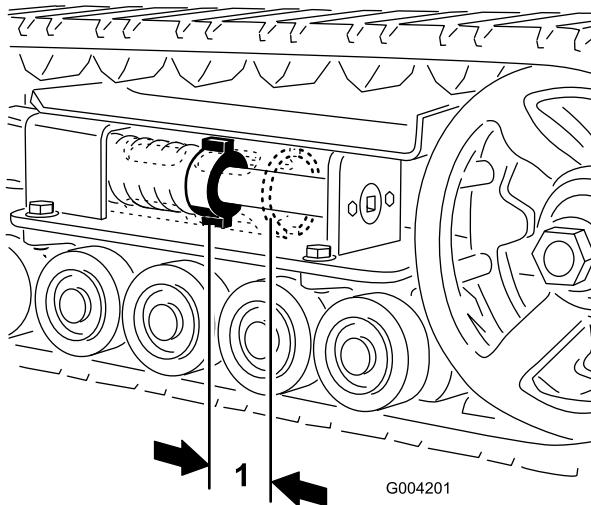

Figure 51
L'écrou de tension et l'arrière du tube de tension doivent être distants de 7 cm (2 $\frac{3}{4}$ po) (Figure 51). Si ce n'est pas le cas, réglez la tension des chenilles comme suit :
5. À l'aide d'une clé à douille de 13 mm (½ po), tournez la vis de tension dans le sens antihoraire jusqu'à obtention d'un écartement de 7 cm (2¾ po) entre l'écrou de tension et l'arrière du tube de tension (Figure 51).
12. Tournez la vis de tension dans le sens antihoraire jusqu'à obtention d'un écartement de 7 cm (2¾ po) entre l'écrou de tension et l'arrière du tube de tension (Figure 51).
- Tournez la vis de tension dans le sens antihoraire jusqu'à obtention d'un écartement de 7 cm ($2\frac{3}{4}$ po) entre l'écrou de tension et l'arrière du tube de tension (Figure 51).